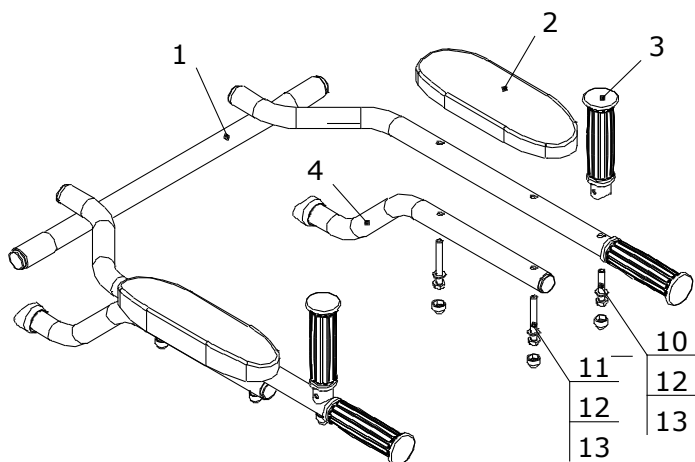
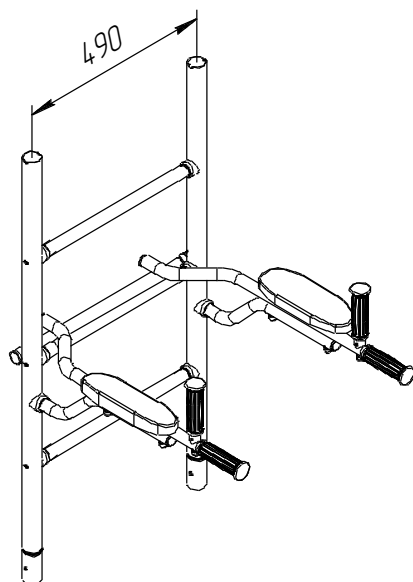

Рис.1
Рис.2
4.2 Собрать и установить брусья на стойки ДСК согласно Рис.1 и Рис.2. Высота установки определяется индивидуально.